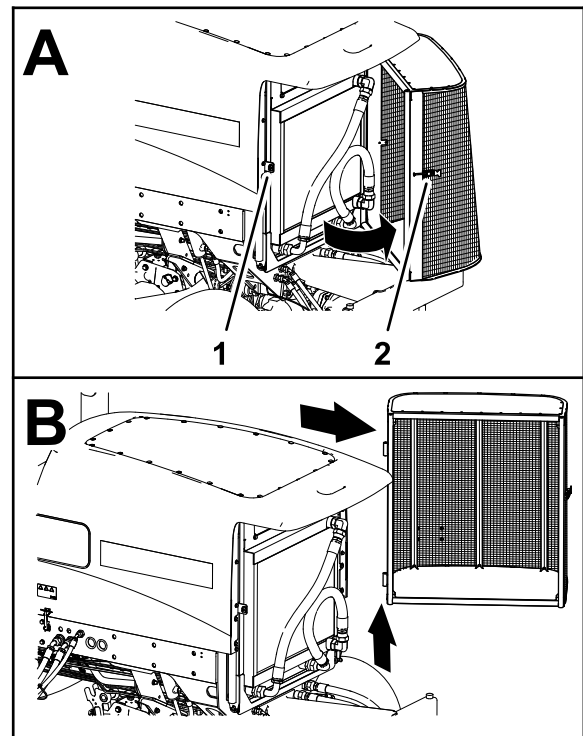

Bild 156
2. Entriegeln und öffnen Sie das hintere Gitter (Bild 156).